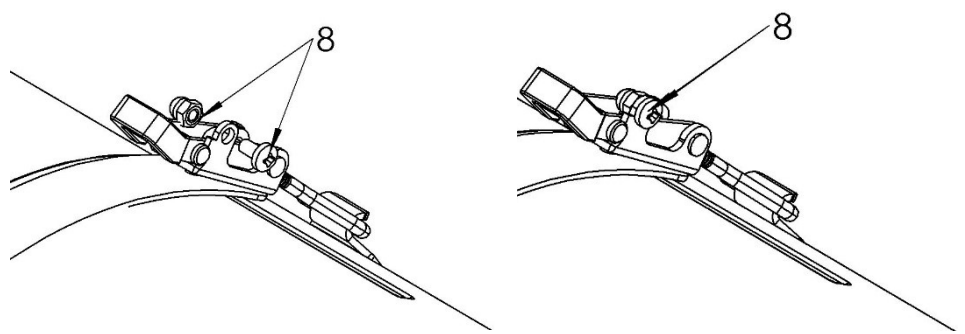

Fig 8
8) Установите и затяните стопорный болт на замке и установите накидную гайку. Рисунок 8.